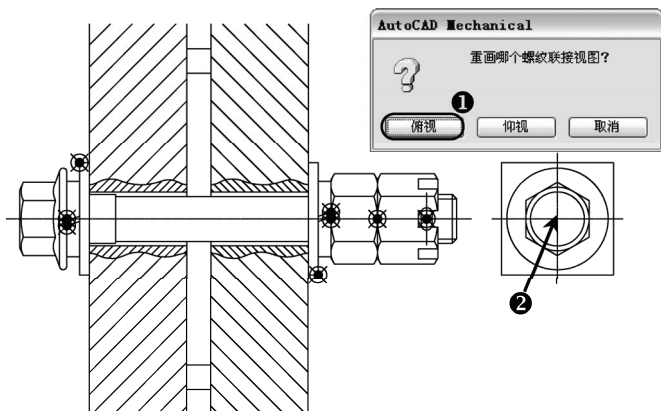

图 11-42 螺栓“俯视图”绘制完毕
5) 执行“增强视图”命令 (ampowerview), 单击所绘制的螺纹联接图形, 弹出一个“AutoCAD Mechanical”对话框, 提示用户选择重画哪个螺纹联接视图, 单击选择“俯视”按钮, 将鼠标指针移动到螺纹的正右方, 单击确定, 如图 11-42 所示 (因为该例并没有指定两块平板的长度和宽度, 故螺纹联接俯视图中的平板只绘制一个示意图)。